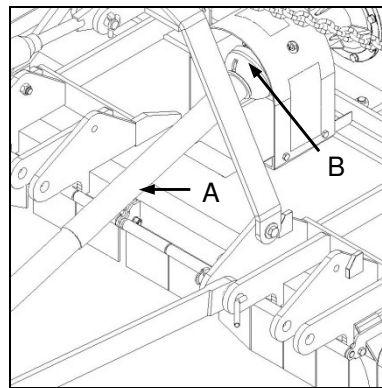

Fig. 2
- ✓ Following installation of the PTO drive shaft, lift the implement to an acceptable transporting height and ensure that there is no contact between the PTO driveshaft and the implement (Fig. 2-A).
- ✓ Ensure that universal joint operating angles are not exceeded and that over-compression or over-extension of the PTO drive shaft is avoided (Fig. 2-B).
- ✓ Nadat installering van die kragaftakkeras moet die implement tot 'n aanvaarbare vervoerhoogte gelig word en maak seker dat daar geen kontak tussen die kragaftakkeras en die implement is nie (Fig. 2-A).
- ✓ Verseker dat kruiskoppelingwerkhoeke nie oorskry word nie en dat daar geen oorkompressie of oorverlenging van die kragaftakkeras plaasvind nie (Fig. 2-B).